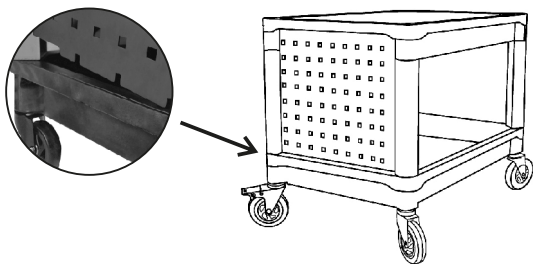

Fig. 3 - Montaje de la bandeja intermedia
- A continuación, fije la bandeja intermedia con los tornillos y coloque la primera parte del panel (Fig. 3).